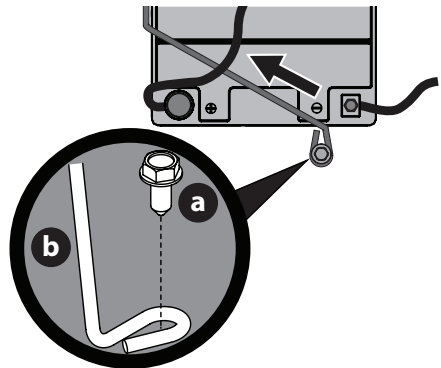

Figure 21
**NOTE :** Le faisceau électrique doit être placé au-dessus de la barre de retenue de la batterie. Autrement, il risque d'être endommagé (Figure 21 à la page 88).
3. Retirez le boulon hexagonal (a) qui fixe la tige de retenue de la batterie (b) au châssis. Faites pivoter la tige de retenue de la batterie (b) vers le haut et retirez la batterie (Figure 21).